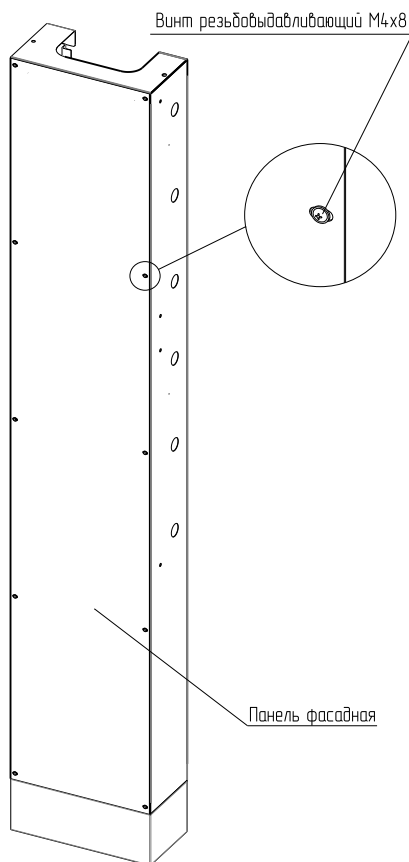

Рисунок 1
2.1 Извлеките короб КЭТ LIGHT (далее короб КЭТ) из упаковки и, вывернув десять винтов резьбовыдавливающих М4×8, снимите фасадную панель (рисунок 1). Винты сохраните.